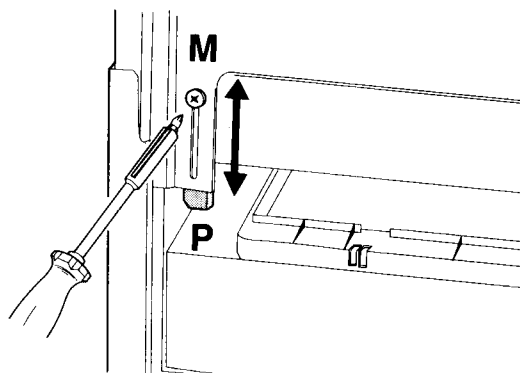

Рис. 6
- Ослабьте винт М и отрегулируйте согласно Р (рис. 6). Параметр глубины может плавно увеличиваться до 355 мм (335 мм).